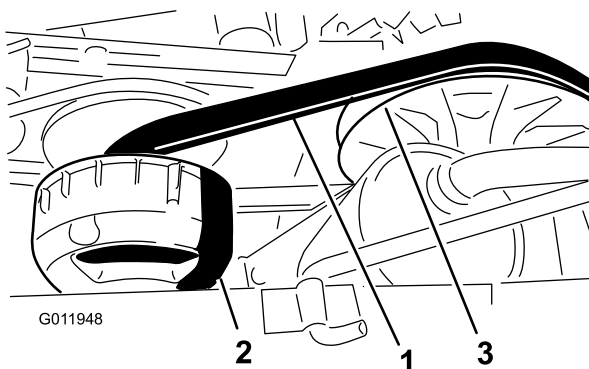

Figure 66
4. Faites tourner la courroie (Figure 66) pour vérifier qu'elle n'est pas excessivement usée ou endommagée.
3. Faites tourner la courroie et faites-la passer sur l'embrayage secondaire (Figure 66).
4. Enlevez la courroie de l'embrayage primaire (Figure 66).
5. Placez la courroie neuve sur l'embrayage principal (Figure 66).
6. Faites tourner la courroie et faites-la passer sur l'embrayage secondaire (Figure 66).